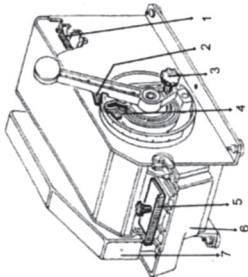

FIG. 1
• Fixer l'indicateur noir (2) sur la mesure désirée sur l'échelle correspondante.
• L'autre échelle est utilisée si on veut une seconde longueur plus longue (pour fermetures à 'H', pour boîtes en divers mesures, etc.). Desserrer la poignée blocage mesure (3) e fixer l'indicateur (4) sur l'échelle rouge à la longueur désirée. (Voire Fig. 1)
• Le mécanisme de découpage joue quand le levier est en position zéro, c'est-à-dire en position repos. En utilisant des mesures très courtes (10-20 cm./4"-8") le levier n'a pas assez de vitesse pour faire fonctionner le mécanisme de découpage. Dans ce cas il faut tendre encore le ressort (1) avec le croc prévu à cet effet. (Voire Fig. 1)
COMPONENTES (Fig. 1 y 2)